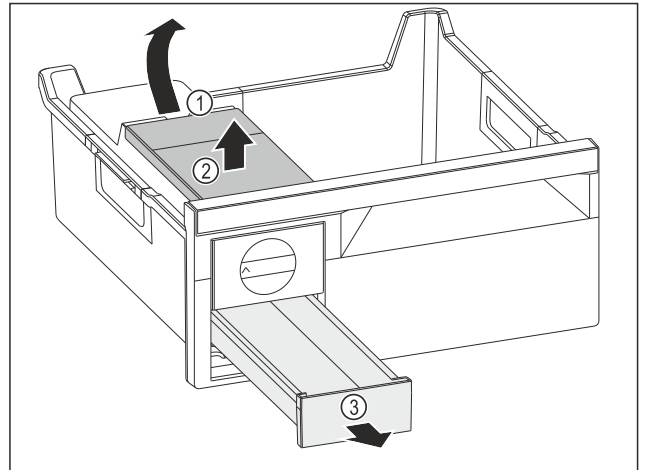

Fig. 135
- ▶ Vegye ki a víztartályt: Emelje fel a víztartályt a kivágásnál Fig. 135 (1).
- ▶ Vegye ki felfelé a víztartályt Fig. 135 (2).
- ▶ Vegye ki a előre felé a jégkocka-fiókot Fig. 135 (3).